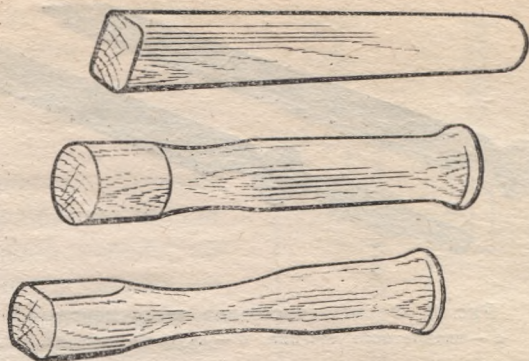

Рис. 6. Формы ручек для молотков.
1. Ручка молотка может быть различной формы (рис. 6) в зависимости от его назначения и размеров отверстия.